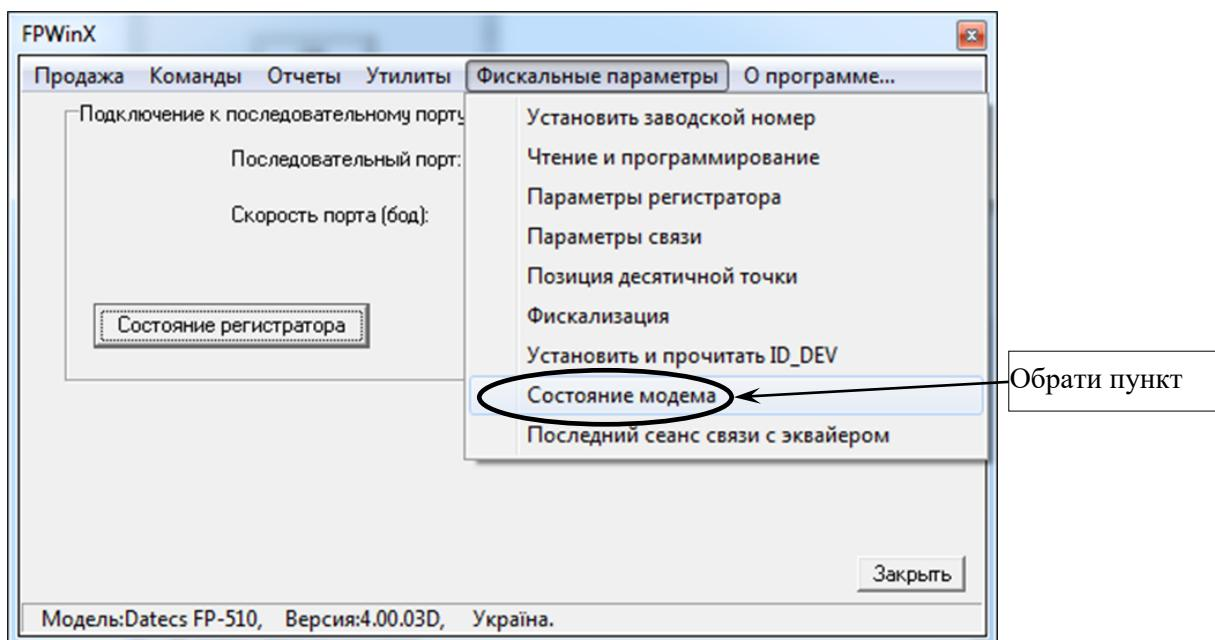

Рисунок 26
5.12 Перевірити стан модему реєстратора – у вікні програми «FPWinX.exe» обрати закладку «Фискальные параметры», далі у випадаючому меню обрати пункт «Состояние модема» (рисунок 26).